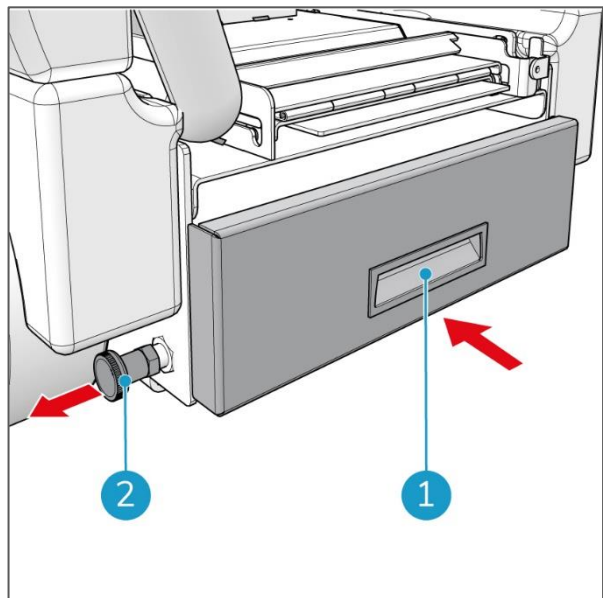

Figura 16
5. Extrae el pasador de bloqueo del lado izquierdo (Figura 16, pos. 2) del compartimento de las baterías.
6. Empuja el compartimento de las baterías en la i-drive® por el asa negra (Figura 16, pos. 1) hasta que encaje en su sitio.